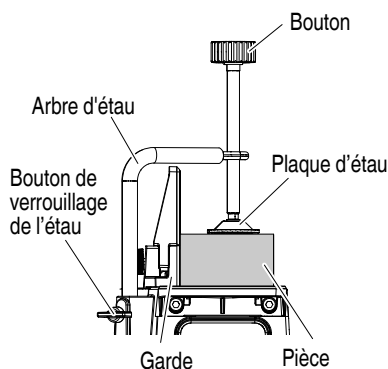

Fig. 30
- (1) L'étau d'assemblage peut être monté sur la base.
- (2) Tourner le bouton supérieur et fixer solidement la pièce en place (Fig. 30).